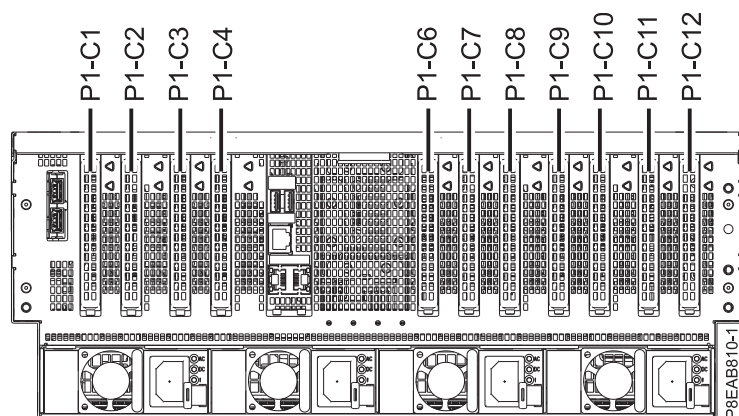

図 13. 8408-44E または 8408-E8E システムの PCIe アダプター・スロットの位置
1. PCIe アダプター・スロットの位置について十分に理解します。PCIe アダプターは、システム背面に取り付けられています。図 13 は、8408-44E または 8408-E8E システムでの PCIe アダプターの位置を示しています。